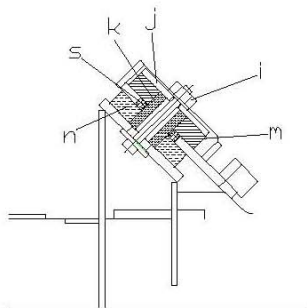
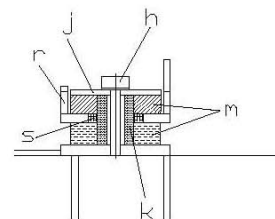

図13
図14
11.中マウント(m) マウントワッシャ(j) を4ヶ所に取付、エンジンベース固定ボルト(h)3ヶ所及び固定ナット(i)1ヶ所を締め付ける。・・・図13、図14